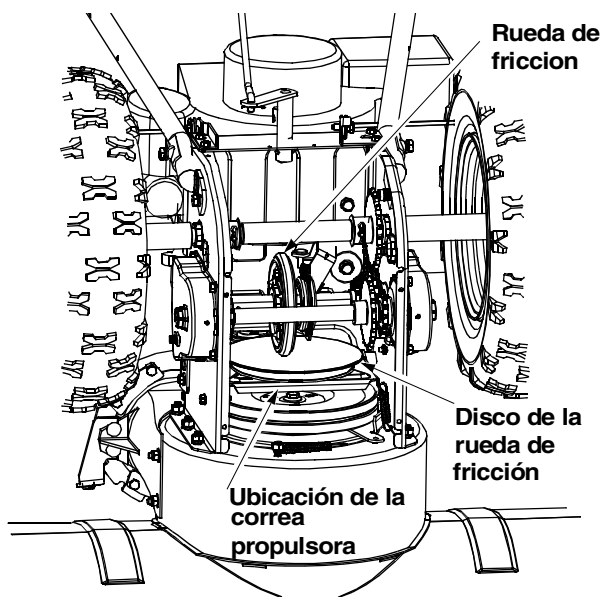

Figura 34
- Trabajando desde la parte inferior del bastidor, deslice la correa entre la rueda de fricción y el disco de la rueda de fricción. Vea la Figura 34. Usted puede tener que retorcer plana la correa para deslizarla por la separación entre la rueda de fricción y el disco de la rueda de fricción. Extraiga completamente la correa.